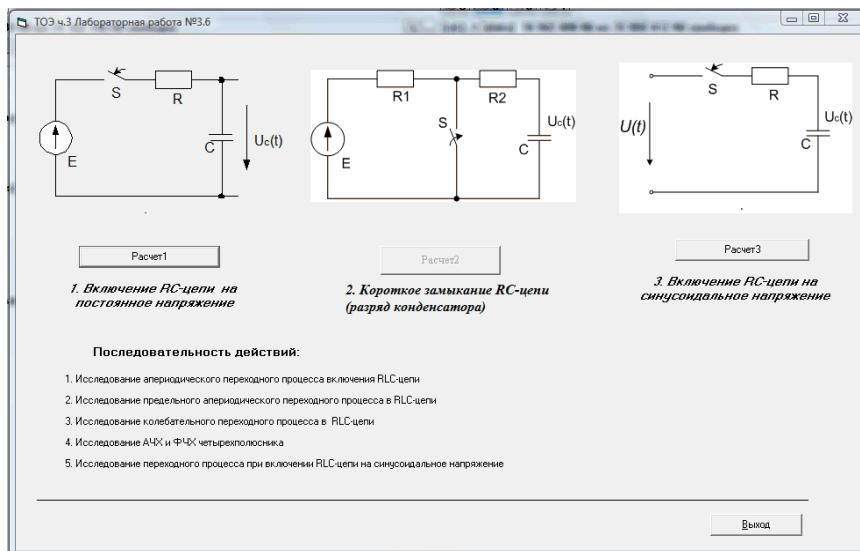

Рисунок 1 – Окно выбора схем
- 2.4. Нажать кнопку «Расчет 1» (рисунок 1) и в появившихся полях для ввода данных (рисунок) задать напряжение источника и параметров цепи (указывается преподавателем).